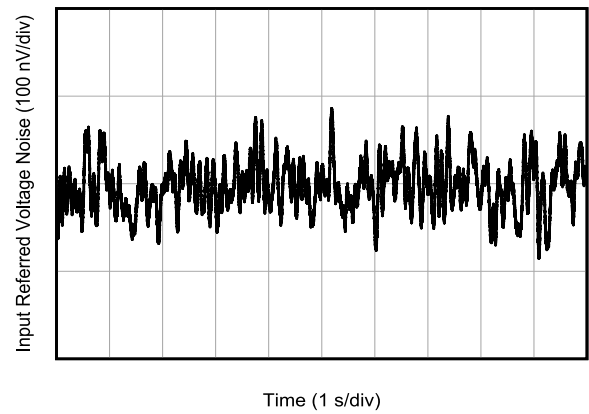

図 5-24. 0.1Hz~10Hz のノイズ
0.1Hz~10Hz のノイズ	<a href="#">図 5-24</a>